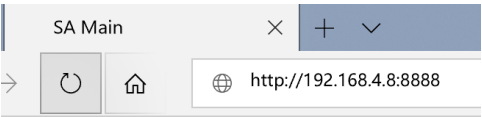

图 3
3.1.2 在地址栏输入：<http://192.168.4.8:8888>，如图 3，“192.168.4.8”为 IP 地址，“8888”为端口号，或其他路由器分配的解调仪地址加端口号，进入解调仪监测和管理页面，如图 4。